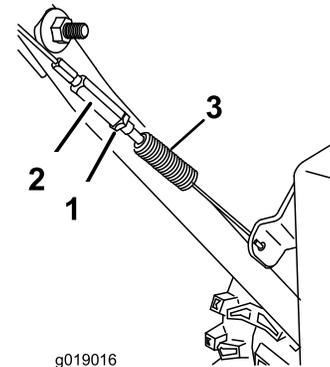

Figura 30
1. Afloje la contratuerca (Figura 30).
2. Afloje o apriete el tensor para ajustar el pasador a fin de obtener el espacio correcto entre el pasador y el extremo delantero de la ranura (Figura 30).
3. Apriete la contratuerca (Figura 30).